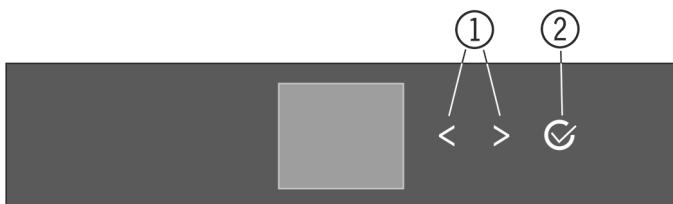
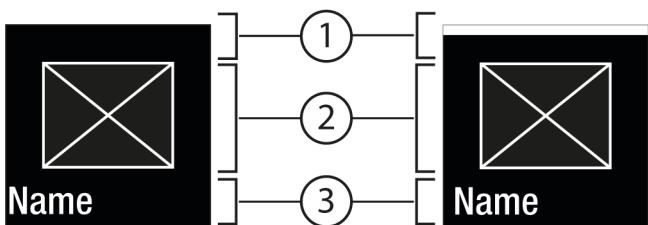

Fig. 5
Fig. 6
- (1) Навигационная стрелка влево / вправо
- (2) Подтвердить
### Навигационная стрелка влево / вправо Fig. 5 (1):
### Подтвердить Fig. 5 (2):
- Навигация при помощи навигационной стрелки влево / вправо Fig. 5 (1).
- С помощью Подтвердить Fig. 5 (2) вызвать Подменю Fig. 7 (4).
- Установка нового значения: С помощью Подтвердить Fig. 5 (2) выбрать деактивированное значение Fig. 6 (1).
- Назад в меню: С помощью Подтвердить Fig. 5 (2) выбрать уже активированное значение Fig. 6 (2).
- ▶ Навигационные стрелки Fig. 5 (1) нажимайте до тех пор, пока не появится индикация функции.
- ▶ Нажмите на Подтвердить Fig. 5 (2).
- ▶ С помощью навигационных стрелок Fig. 5 (1) выберите значение настройки.
- ▷ Состояние: активировано Fig. 6 (1) появляется ненадолго в Подменю Fig. 7 (4).
- ▶ Нажмайте навигационные стрелки Fig. 5 (1) до тех пор, пока не появится индикация настроек .
- ▶ Нажмайте навигационные стрелки Fig. 5 (1) до тех пор, пока не появится индикация требуемой настройки.
- ▶ Нажмите и удерживайте в течение 3 секунд Подтвердить Fig. 5 (2).